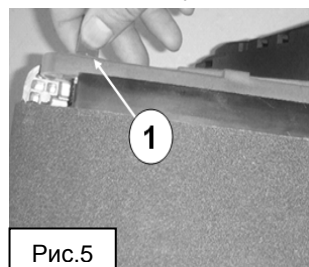

Рис.5
- Переверните инструмент шлифовальной лентой вверх. Вращая регулировочный винт (1; рис.5) влево или вправо, отрегулируйте положение ленты таким образом, чтобы ее края выступали на 1-3мм за края обоих роликов.